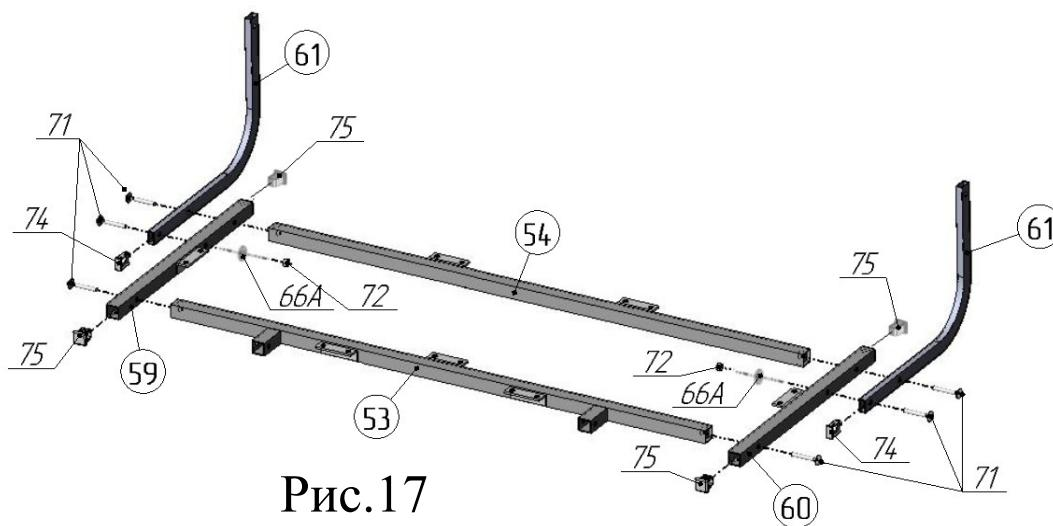

Рис.17
21. В тяги-уголки поз.61 вставить заглушки 10x20 поз.74 (рис.17). К штангам поз.53,54 присоединить штанги поз.59,60, тяги-уголки поз.61, используя винты M6x40 поз.71,
в соответствии с рисунком 17. В двух местах соединить штанги поз.59,60 с тягами-уголками поз.61, используя гайки M6 со стопорным кольцом поз.72, винты M6x40 поз. 71, шайбы Ø6x18 стальные поз.66А. В торцы штанг поз.59,60 вставить заглушки 20x20 поз.75 (рис.17).